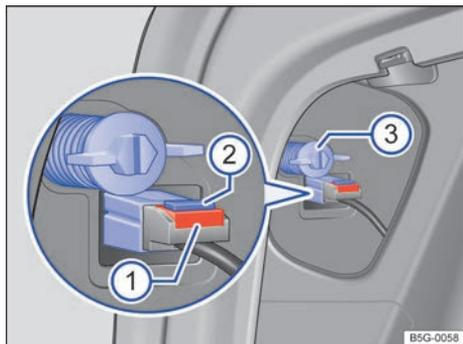

Fig. 192 Lateral del maletero: desmontaje del grupo óptico trasero.
- ❶ Tenga en cuenta la lista de comprobación y lleve a cabo las operaciones descritas en ella → pág. 236.
- ❷ Abra el portón del maletero → pág. 87.
- ❸ Por la zona del grupo óptico trasero, tire del guarnecido lateral del maletero hacia delante por la abertura.
- ❹ Extraiga el seguro → fig. 192 ❶. Presione el bloqueo ❷ del conector y desacople el conector.
- ❺ Desenrosque el tornillo de fijación con la mano ❸.
- ❻ Suelte el grupo óptico trasero de la carrocería hacia atrás, con cuidado.
- ❼ Retire el grupo óptico trasero y deposítelo sobre una superficie limpia y lisa.
- ❶ Coloque el grupo óptico trasero en el hueco de la carrocería con cuidado.
- ❷ Con una mano, sostenga el grupo óptico en la posición de montaje; con la otra, apriete el tornillo de fijación → fig. 192 ❸.
- ❸ Compruebe que el grupo óptico trasero haya quedado montado correctamente y esté bien fijado.
- ❹ Acople el conector al portalámparas y encaje el seguro ❶ hacia dentro.
- ❺ Monte el guarnecido lateral del maletero.
- ❻ Cierre el portón del maletero → pág. 87.